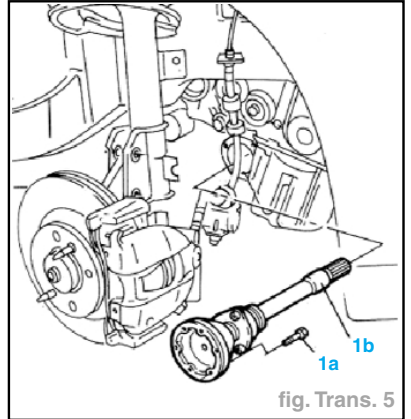

fig. Trans. 5
- Dévisser les vis de fixation (1a) et déposer le demi-arbre intermédiaire (1b) (fig. Trans. 5).